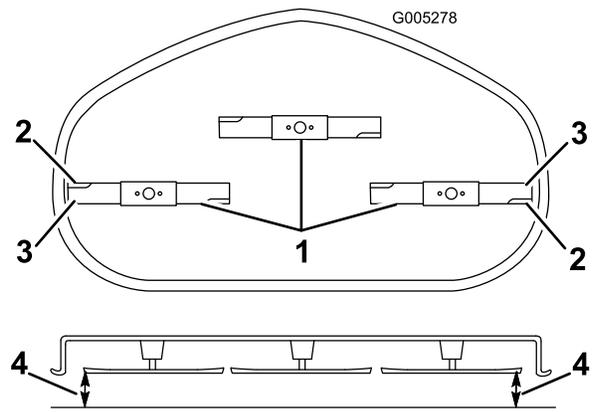

Bild 51
4. Drehen Sie die Messer vorsichtig, sodass sie alle seitlich gestellt sind (Bild 51).
5. Messen Sie den Abstand zwischen den äußeren Schnittkanten und der ebenen Oberfläche (Bild 51). Wenn beide Messwerte nicht innerhalb von 5 mm liegen, ist eine Einstellung erforderlich. Machen Sie mit diesen Schritten weiter.